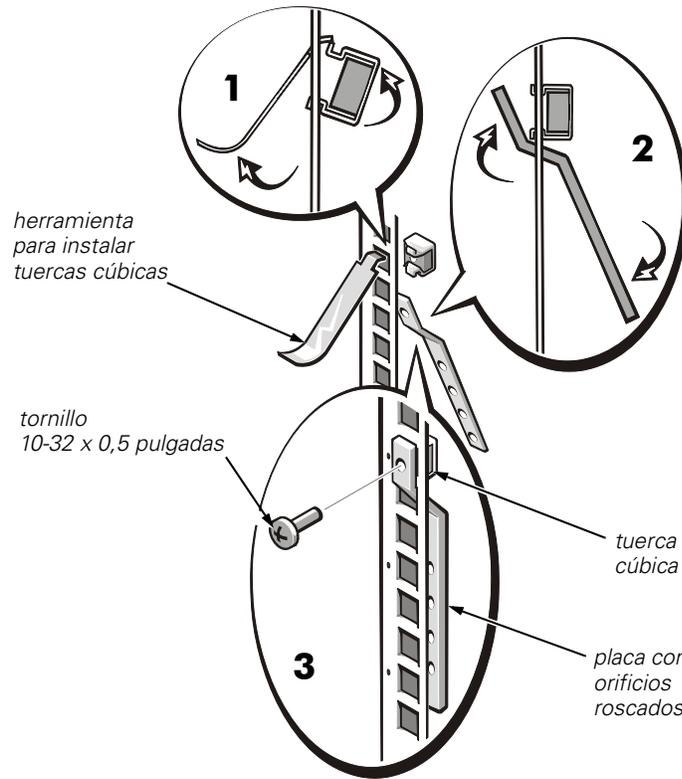

Figura 5. Instalación de tuerca cúbica y placa de orificios roscados
Instale las placas curvas con orificios roscados en los rieles verticales donde desea que queden colocados los extremos de los ensamblajes de deslizadores (vea la figura 5). Cada placa curva con orificios roscados es mantenida en su sitio por un tornillo cruciforme 10-32 x 0,5 pulgada y una tuerca cúbica 10-32.
- a. Inserte el reborde inferior de la tuerca cúbica encima de la parte inferior de la apertura detrás del riel tal como lo muestra la etapa 1 de la figura 5. Inserte después el extremo más pequeño de la herramienta para instalar la tuerca cúbica a través de la apertura del riel (a partir del frente) y enganche la herramienta por encima del reborde superior de la tuerca cúbica.
- b. Oprima la tuerca cúbica mientras gira la herramienta hacia arriba y lo tira hacia usted hasta que el reborde superior de la tuerca cúbica quede en posición (vea la etapa 1 de la figura 5).
- d. Para instalar una de las placas curvas con orificios roscados, insértela a través del agujero debajo de la tuerca cúbica (a partir de la parte posterior del riel) tal como lo enseña la etapa 2 de la figura 5. Fije la placa en su sitio con un tornillo cruciforme 10-32 x 0,5 pulgada (vea la etapa 3 de la figura 5).